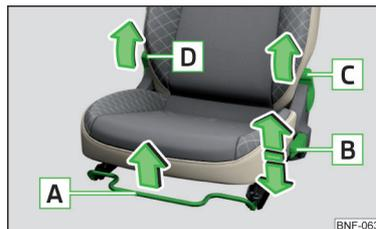

Fig. 50
Los asientos se pueden ajustar, tirando o presionando el elemento de manejo correspondiente en la dirección de las flechas » fig. 50.
- > Tirar de la palanca [D] » fig. 50 y abatir el respaldo hacia delante.